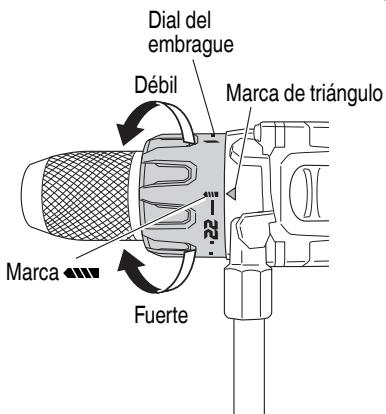

Fig. 16
7. Confirmar la posición del dial del embrague (Ver la Fig. 16).
(2) Indicación del par de apriete (Consulte la Fig. 16, 18)
(3) Ajuste del par de apriete (Consulte la Fig. 16, 18)